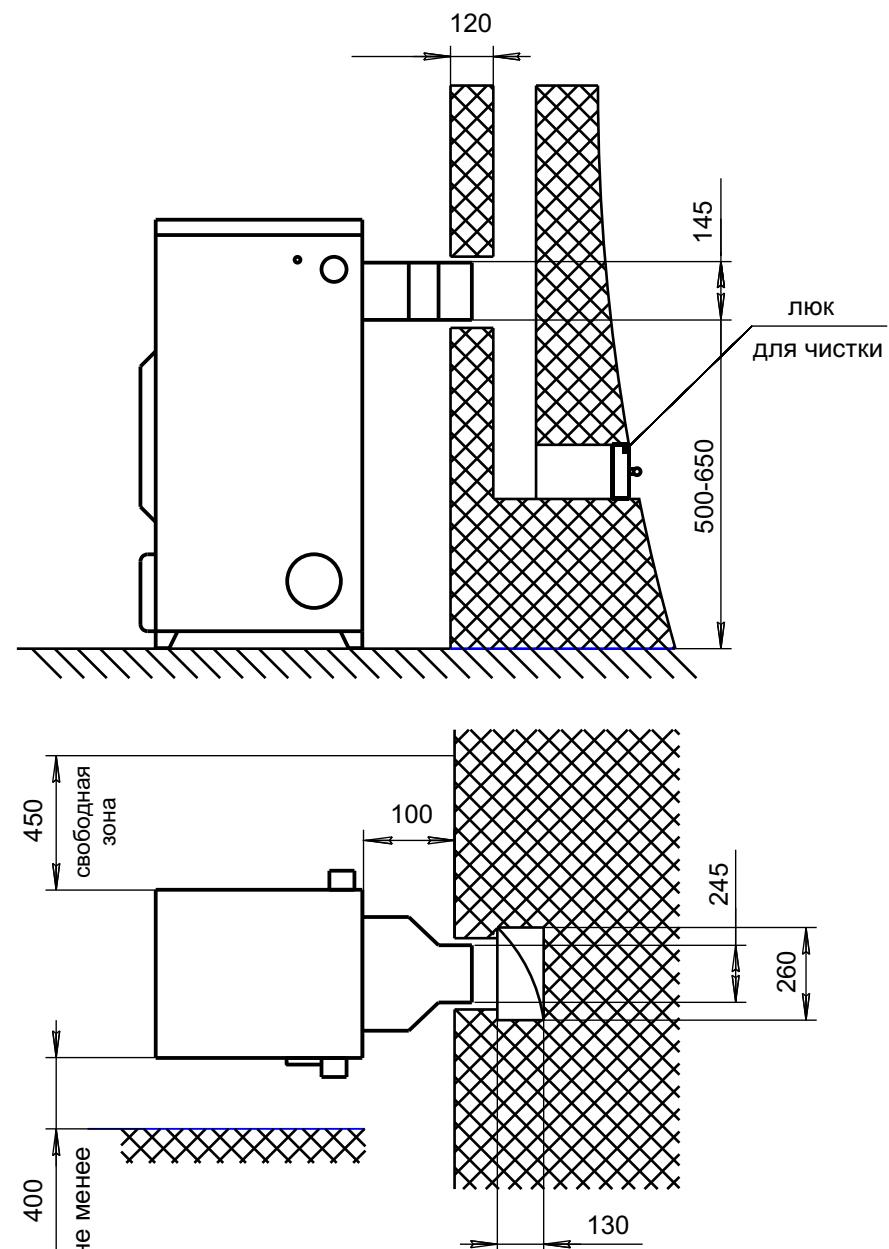

Рис. 2 Схема установки аппарата.
6.7. Схема установки котла показана на рис. 2